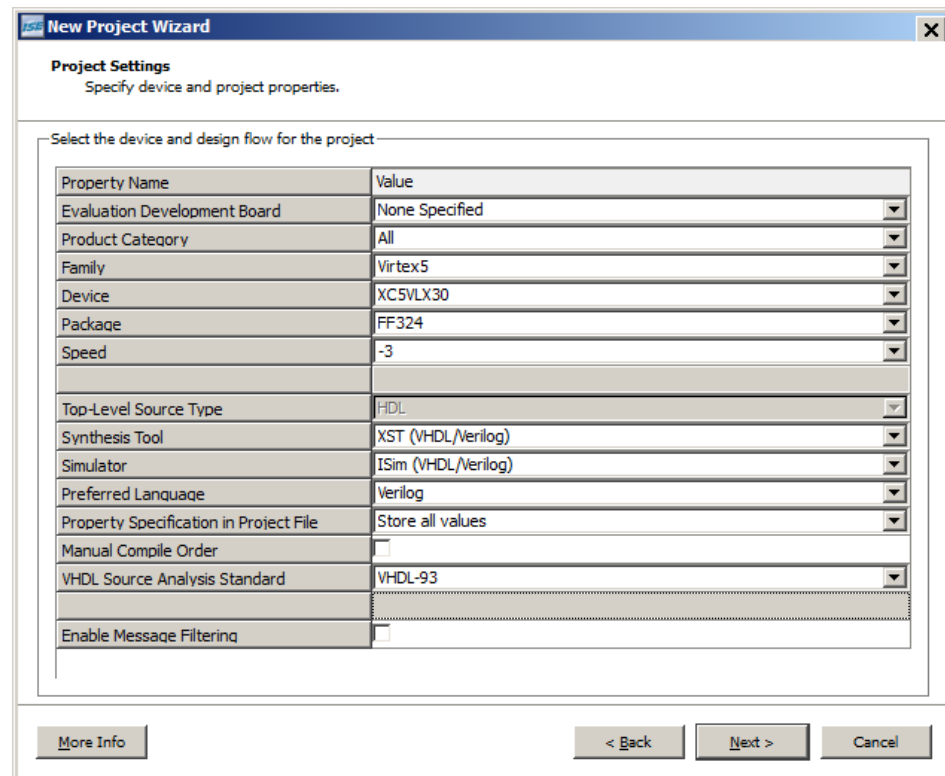

図 2-3 : New Project Wizard :[Project Settings] ページ
5. [Project Settings] ページで、デバイスおよびプロジェクトのプロパティを選択します。図 2-3 に示す設定に合わせて変更します。